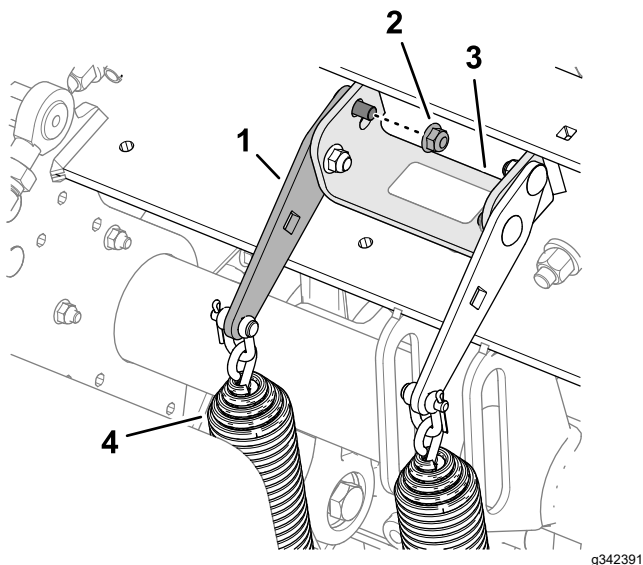

**Figura 109**
2. Allentate il dado di bloccaggio flangiato anteriore e il bullone a testa tonda che fissano la piastra di tensione della molla alla staffa di supporto della testa di carotaggio (Figura 109).